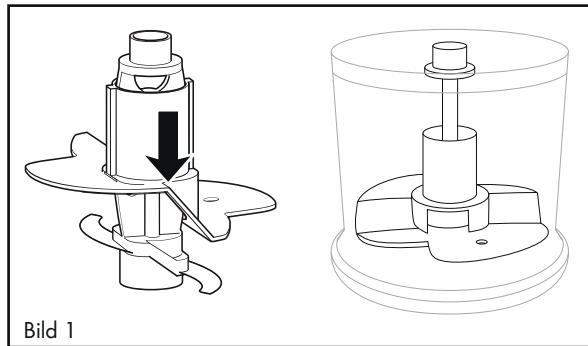

Bild 1
- Om du ska vispa 100 ml grädde sätter du visptillsatsen **10** på knivhållaren **5** så att den ligger över bågge knivarna **7** och snäpper fast (bild 1):